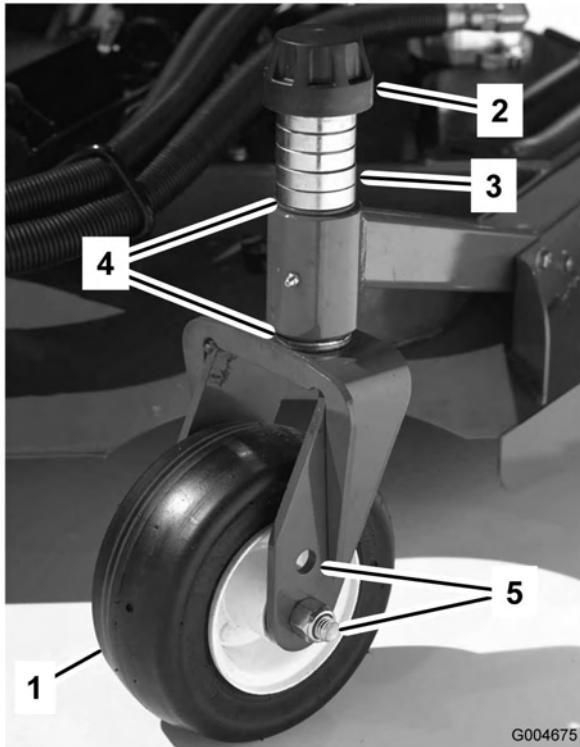
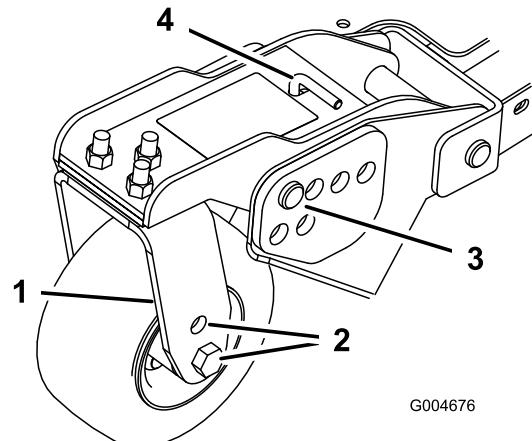
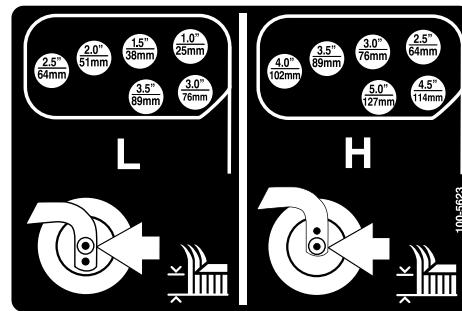

Figura 18
Figura 20
Figura 21
1. Posizionate gli assali delle ruote orientabili negli stessi fori di tutte le forcille (Figura 18 e Figura 20). Vedere lo schema seguente per stabilire il foro corretto per la regolazione.
2. Togliete il cappuccio di tensione dall'asse del perno (Figura 18) ed estraete il perno dal braccio della ruota orientabile. Montate i due spessori (3 mm) sull'asse dei perni, come erano montati in origine. Questi spessori servono per ottenere un livellamento sull'intera larghezza degli apparati di taglio. Mettete il numero opportuno di distanziali da 13 mm sull'asse del perno, fino ad ottenere l'altezza di taglio richiesta, quindi montate la rondella sul perno.
4. Togliete la coppiglia ed i perni con testa dai bracci di rotazione delle ruote orientabili (Figura 20).
fori della staffa dell'altezza di taglio selezionati, nel telaio dell'apparato di taglio (Figura 20 e Figura 21).